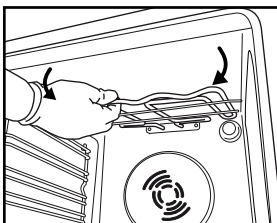
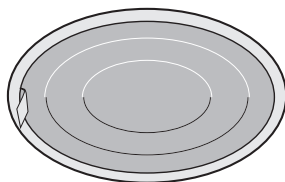

Fig. 6
Fig. 7
2. Svitare il copri-lampada (Fig. 6), sostituire la lampada (per il tipo vedere nota) e riavvitare il copri-lampada (Fig. 7).
Filtro grassi (Fig. 7)